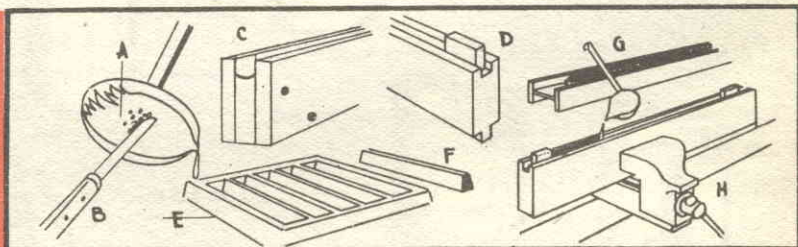

Fig. 1
sato lo zoccolo, si inserisce in un dado (12). Quest'ultimo viene saldato su di un supporto ad U che voi avrete confezionato in una lamiera da 1 mm. Infine la parte superiore della vite è munita di una spina radio di 35 mm. circa di \varnothing . L'involucro esterno della cassetta a lanterna (figura 3) viene realizzato secondo gli stessi principi della cassetta (fig. 1). Cominciate tagliando due rettangoli di 17x18,5 cm. in un multiplex di 15 mm. di spessore. Arrotondate uno degli angoli superiori sotto un raggio di 55 mm. (17). Prima di piegare la lamiera chiudendo i tre lati, aprite i deflettori superiori (18), e dopo che essa sarà stata inchiodata sui campi dei riquadri (17), date la forma a questi deflettori, martellandoli su una sbarra di acciaio di 8 mm. di \varnothing .
Al fine di evitare delle perdite di luce sotto l'estremità della lamiera (19), incollate sullo zoccolo (1) due bordi di gomma-piuma. L'attacco di questa scatola a lanterna sullo zoccolo, come anche il suo dispositivo di chiusura, si effettua con quattro ganci del tipo scatola da sigari (fig. 1).
L'ultima guerra da molto tempo passata ci ha lasciato del materiale vario. Tra questo noi troviamo quello che di più ci interessa e che ci fornirà la materia prima, vale a dire i bossoli di proiettili di qualsiasi calibro. Essi hanno coperto i margini delle strade e delle campagne e sono rari coloro che non ne hanno qualcuno in fondo alla soffitta, tenuto come ricordo, o più prosaicamente per il metallo (fig. 8). Questi vecchi bossoli ci permetteranno di realizzare dei graziosi e resistenti vasi dalle forme moderne o dei gradevoli coprivaso, cestelli, ecc... (vedi da fig. 1 a 7).
Il più facile da eseguire è il modello della figura 1, è stata praticata una apertura laterale, per formare due aperture che ci permetteranno di disporre dei fiori a lungo stelo in quella superiore, ed a corto stelo in quella inferiore (fig. 1). Inizieremo staccando il bordo superiore in modo irregolare, questo taglio sarà fatto per mezzo di una sega montata con una lama speciale per i metalli (figura 20). Questa lama si presenta come un filo intrecciato sul quale la dentatura è disposta a spirale (fig. 20 bis), queste lame danno modo di lavorare in tutti i sensi senza far variare la posizione della montatura. L'apertura laterale sarà fatta sotto forma di spacchi irregolari.
punto di fusione inferiore a 200° e queste saldature cosiddette deboli sono composte unicamente da piombo e stagno. Per preparare questi bastoncini è sufficiente fondere i diversi componenti e colorarli in una forma adatta al lavoro (fig. 1). Tenete conto che la preparazione degli stessi componenti fa variare considerevolmente il punto di fusione della lega. Ecco alcune proporzioni da rispettare affinché i metalli da fondere siano della maggior purezza.
Il piombo deve essere fuso separatamente in un mestolo in ferro (A fig. 1) e dopo la